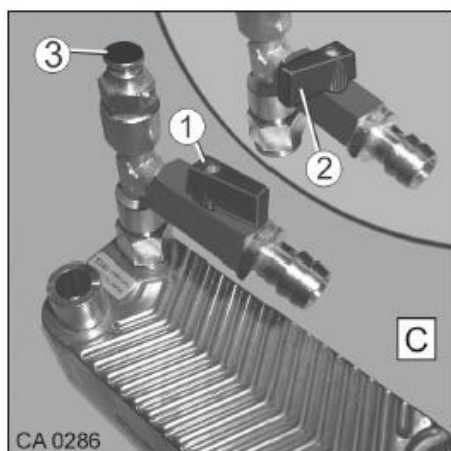

Fig. 184 Échangeur thermique moteur
1. Ouvrir la soupape de purge au moyen de la vis de purge (Fig. 184/3) et la laisser ouverte jusqu'à ce que plus d'air n'en sort.
1. Mode Hiver : Ouvrir la vanne de sectionnement du circuit (Fig. 184/1).
2. Mode Été : Fermer la vanne de sectionnement du circuit (Fig. 184/2).